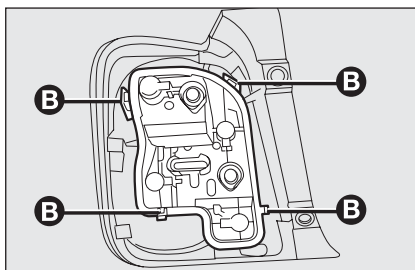

fig. 27
- ☐ extrair o porta-lâmpada da respectiva sede soltando-o das alhetas de bloqueio **B**-fig. 27;